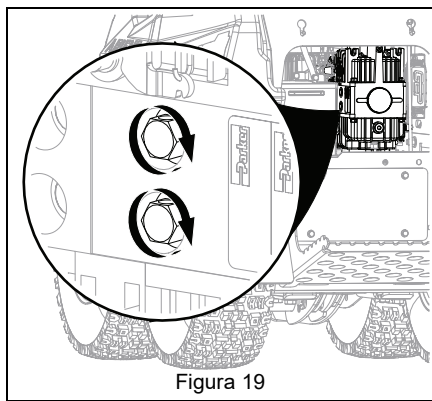

Figura 19
5. Girare la valvola bypass di un quarto di giro in senso orario fino alla posizione di funzionamento. Serrare a una coppia di $9,5 \text{ N}\cdot\text{m}$ – $13,6 \text{ N}\cdot\text{m}$. Vedere Figura 19.